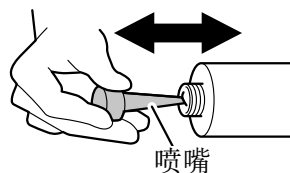

图 17
- (2) 取下喷嘴，用切割端将滤芯内的膜打碎，然后将其放回原位。(图 17)